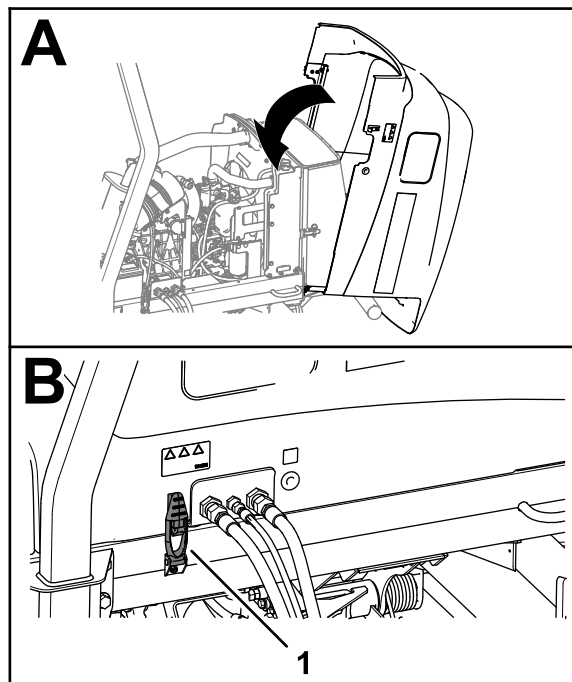

Figura 94
1. Fate ruotare con attenzione il cofano chiuso (Figura 94).